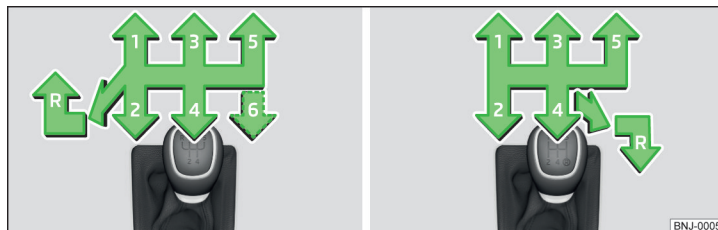

Fig. 126 Skiftediagram: Variant 1 (5- eller 6-trins gearkasse) / Variant 2 (5-trins gearkasse med 1,0-liters MPI-motor)
Skiftediagrammet for de enkelte gear er vist på gearstangen » Fig. 126.
- Placer gearstangen helt til venstre, og skub den derefter fremad til **R**-positionen » Fig. 126.